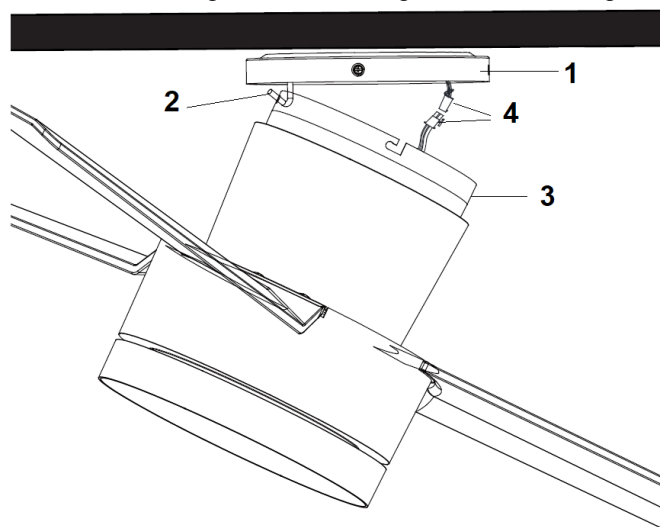

Abb. 5
- Heben Sie die Ventilatereinheit an die Deckenhalterung (1), sodass der J-Haken der Deckenhalterung durch das Loch der Abdeckung des Aufhängesystems (3) geführt wird und hängen Sie die Ventilatereinheit ein. Abb. 5
- Verbinden Sie Stecker und Buchse (4). Abb. 5